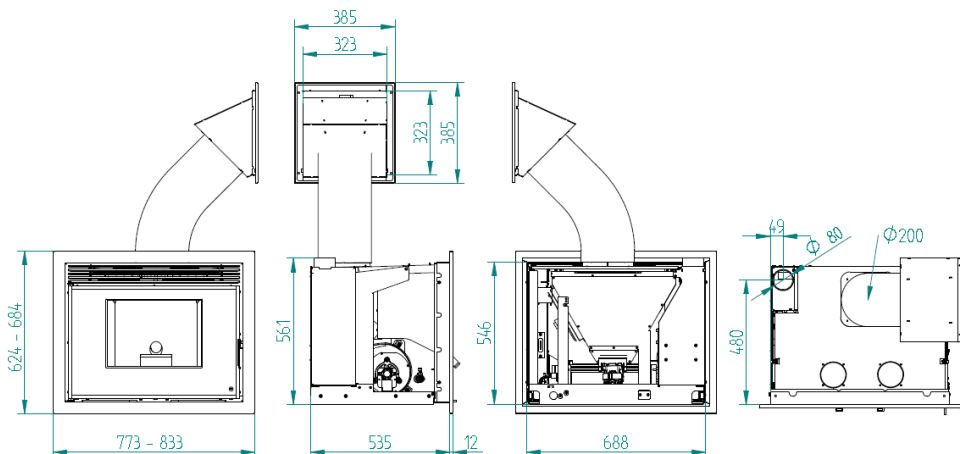

Figure 4 - Dimensions de l'insert
- Comme on peut le voir sur la figure 4, des cadres de finition peuvent être ajoutés pour couvrir des emplacements plus larges, ce qui donne une plus grande polyvalence à l'insert. Il y a deux largeurs différentes, 44 mm et 74 mm (voir point 13 pour le montage).